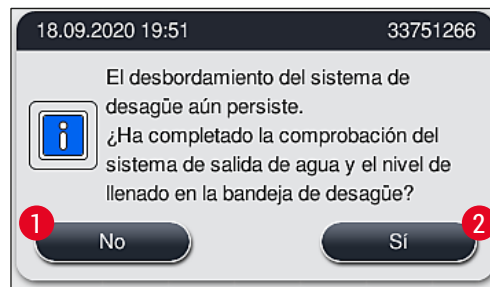

Fig. 124
2. Si, después de 5 minutos y tras varios intentos de limpieza, el bloqueo persiste, un mensaje (→ "Fig. 124") en la pantalla indica al usuario que el nivel del agua sigue siendo alto. Al pulsar **No** (→ "Fig. 124-1"), el usuario puede ampliar el tiempo de espera otros 5 minutos para seguir realizando más intentos de limpieza. Si estos intentos de limpieza tienen éxito, la situación queda resuelta tal y como se describe en el punto 1. Si se necesita más tiempo para las medidas de limpieza, pulse de nuevo **No** (→ "Fig. 124-1"). Estos periodos adicionales pueden repetirse varias veces. Si el bloqueo no se elimina después de múltiples intentos de limpieza, pulse **Sí** (→ "Fig. 124-2") para iniciar un proceso de cancelación controlada; vea los apartados 3 y 4 que siguen a continuación.